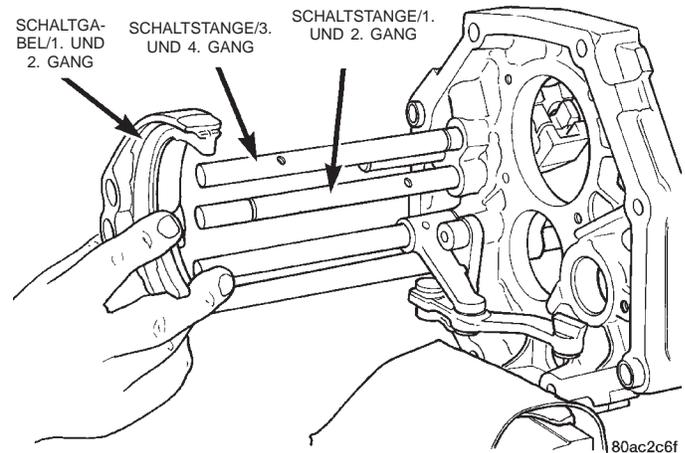
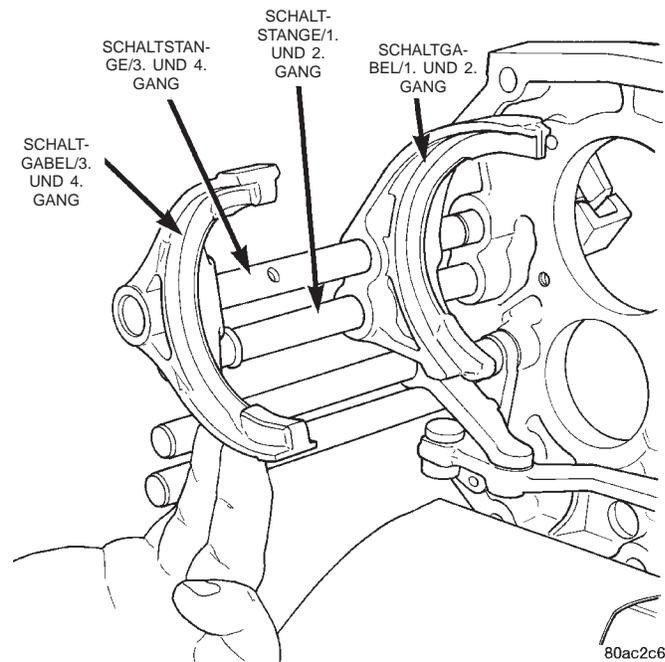

Abb. 85 Schaltgabel/1. und 2. Gang einbauen
Abb. 86 Schaltgabel/3. und 4. Gang einbauen
(15) Die Sperrkugeln der Schaltstangen in die Zwischenplatte einsetzen.
(16) Die zugehörigen Sperrfedern in die Zwischenplatte einsetzen. Darauf achten, daß die Sperrfeder in der untersten Bohrung kürzer ist als die beiden anderen Federn.
(17) Die Gewindestopfen in die Zwischenplatte einbauen.
(18) Die Schaltgabel für den ersten und zweiten Gang auf den Schaltstangen für den ersten und zweiten Gang und den dritten und vierten Gang anbringen (Abb. 85).
(19) Den Sicherungsring auf der Schaltstange für den ersten und zweiten Gang anbringen.
(20) Die Schaltgabel für den dritten und vierten Gang auf der Schaltstange für den dritten und vierten Gang anbringen (Abb. 86).
(21) Die Hauptwelle in die Zwischenplatte einsetzen. Dabei die Abtriebswelle so weit durch die Bohrung in der Zwischenplatte einführen, bis die Schaltgabeln auf die zugehörigen Schaltmuffen aus-